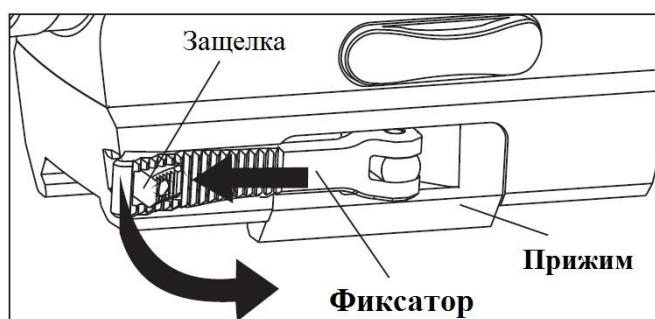

рис.3
- Наш патентованный быстросъемный кронштейн не требует дополнительных инструментов для установки. Сдвиньте защелку, ослабьте фиксатор прижима, установите прицел на планку, нажмите на фиксатор, защелка автоматически закроется. Установка завершена (см. Рис.3).